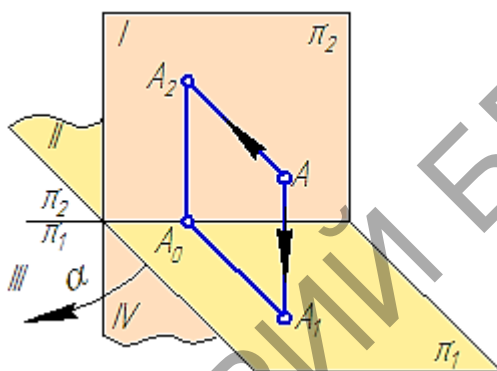
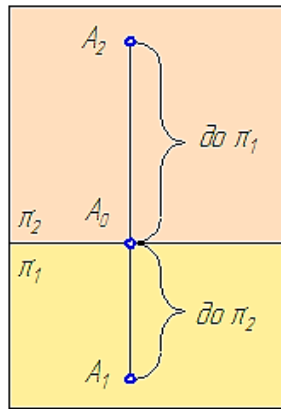

Рисунок 1.6 – Модель построения проекций точки
Рисунок 1.7 – Ортогональный чертеж
1. Положение геометрического объекта в пространстве, например, точки A , рассматривается относительно двух взаимно перпендикулярных плоскостей π_1 и π_2 (Рисунок 1.6).
2. Совместим поворотом вокруг оси проекций плоскости проекций в одну плоскость (π_1 с π_2), но так, чтобы изображения не накладывались друг на друга, (в направлении α , Рисунок 1.6), получим изображение, называемое прямоугольным чертежом (Рисунок 1.7):